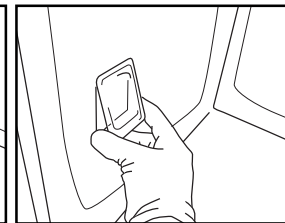

Fig. 10
5. Plaats het beschermkapje terug en duw het tegen de wand om het op de juiste manier te bevestigen (Fig. 10).